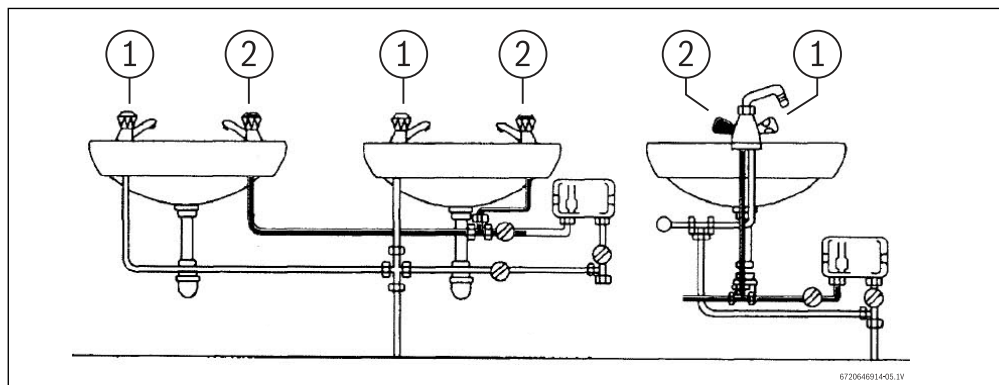

Fig. 4 Ejemplos de instalaciones (Muestra vista frontal)
- La unidad debe montarse como se muestra en la Fig. 4 con conexiones de plomería en la parte inferior. En ningún caso la unidad debe ser montada de manera diferente.